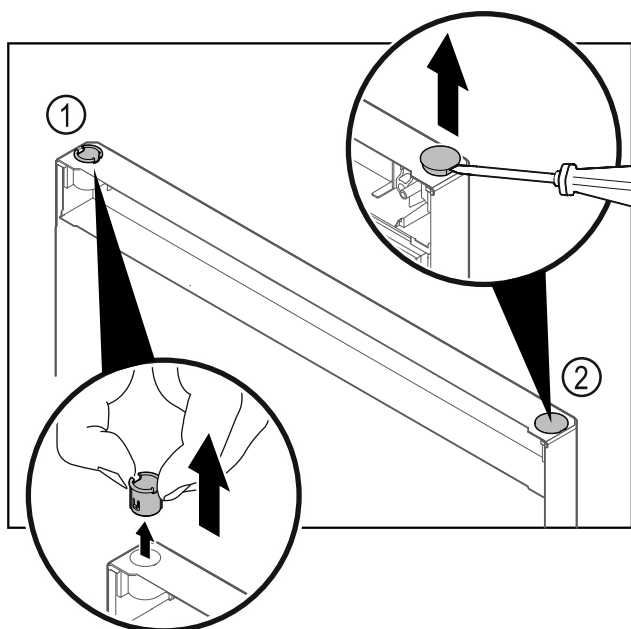

Fig. 18
- Izvucite čahuru šarke Fig. 18 (1) prstima.
- Odvijačem s ravnom glavom oprezno podignite čep Fig. 18 (2) i izvadite ga.